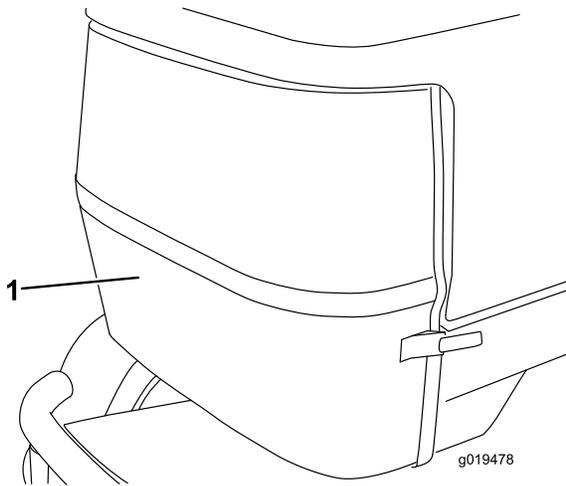

Figure 70
2. Déverrouillez et ouvrez la protection arrière (Figure 70), et nettoyez-la soigneusement.